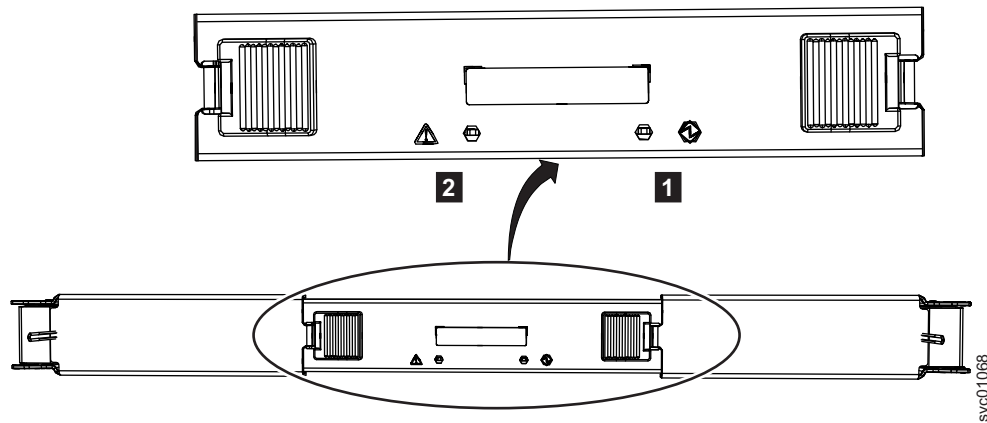

Figura 87. LEDs em um módulo de expansão secundário
2. Identifique o módulo do expansor secundário a ser substituído; Figura 87 mostra os LEDs na parte superior de um módulo de expansão secundário.